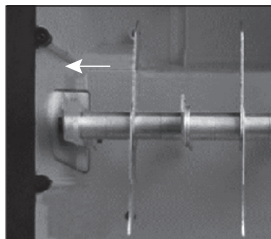

Рис. 6.3
2. Поместите рабочий вал на корпус (рис. 6.3).